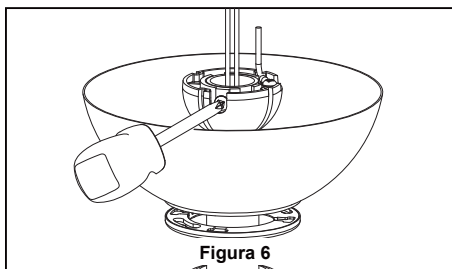

Figura 6
6. Vuelva a colocar la semiesfera en el barral como se indica a continuación. Pase los cables de marrón, azul, rojo, gris, amarillo a través de la semiesfera. Pase el pasador a través de los dos orificios en el barral y alinee la semiesfera de modo que el pasador quede atrapado en la ranura de la parte superior de la misma. Empuje la semiesfera hacia arriba, bien ajustada contra el pasador. Ajuste firmemente el tornillo de fijación en la semiesfera. Si el tornillo de fijación está flojo, podría provocar oscilación del ventilador. (Figura 6)
6. Instale la unidad LED en la ensamble del kit de iluminación mediante los dos chaveteros. Vuelva a colocar el los tornillos extraídos en el paso 3 y apriete todos los tornillos. (Figura 6)